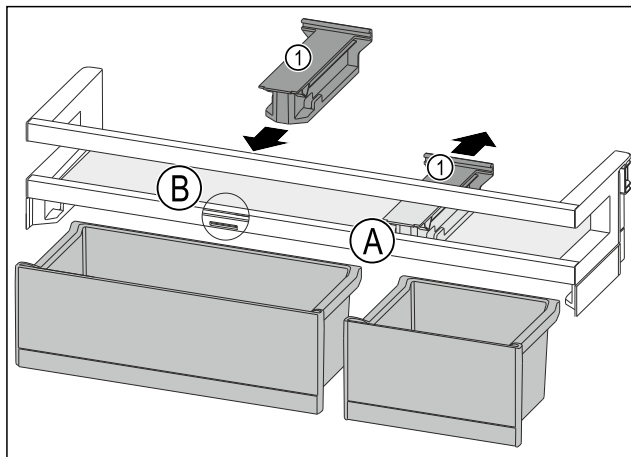

Fig. 171
- Držák Fig. 171 (1) v poloze Fig. 171 (A) stáhněte dozadu.
- Držák Fig. 171 (1) vložte v poloze Fig. 171 (B).